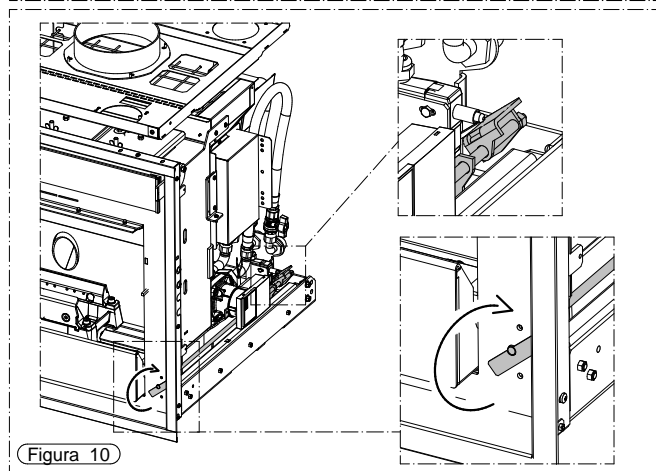

Figura 10
- Ruotare di 90 gradi in senso orario il blocco anti estrazione (Figura 10).